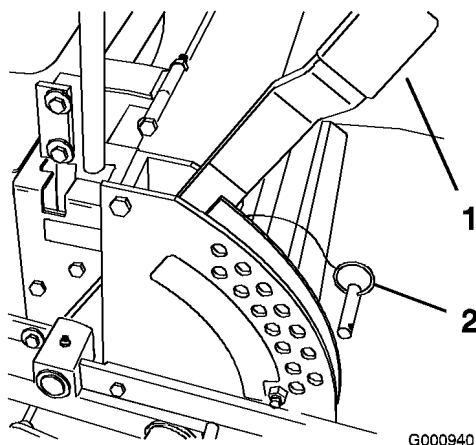

Figure 19
1. Relevez le levier de sélection de hauteur de coupe en position de transport (qui correspond aussi à la hauteur de coupe de 114 mm (4,5 pouces)) (Figure 19).
2. Pour changer de hauteur de coupe, retirez l'axe de chape du support de hauteur de coupe (Figure 19).
3. Placez l'axe de chape dans le trou du support correspondant à la hauteur de coupe voulue (Figure 19).